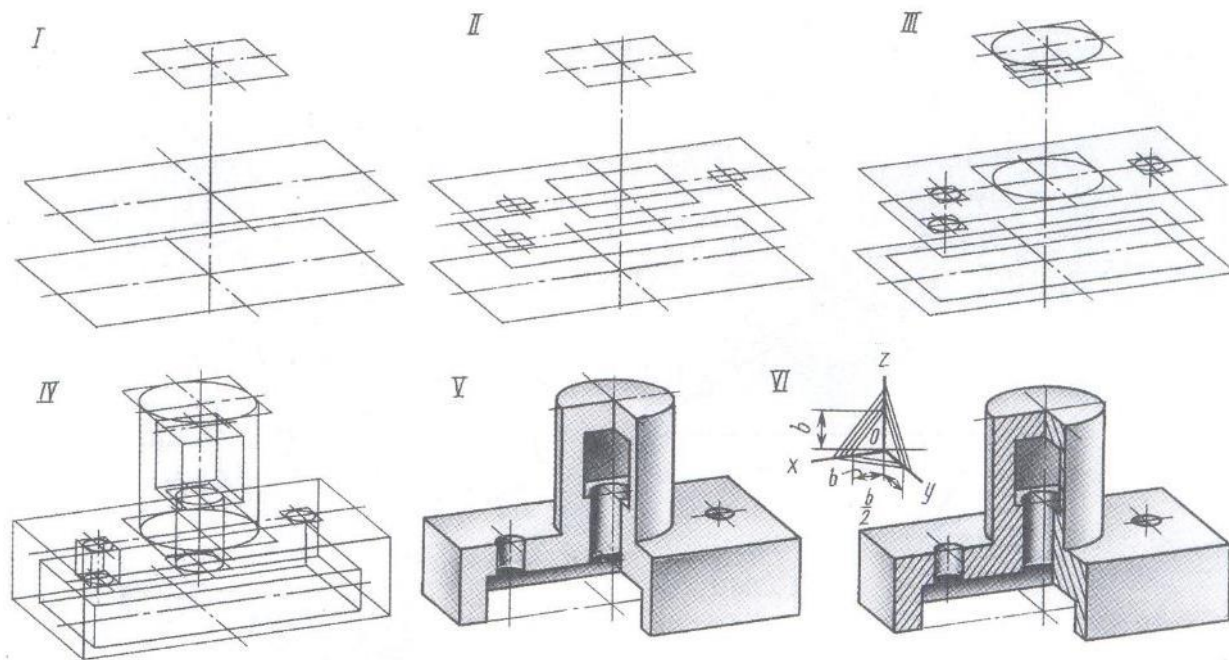

Рисунок 26 - Порядок построения аксонометрии модели с вырезом передней четверти
3. Начать построение изометрии модели с основания и последовательно наращивать отдельные элементы, рисунок 26.